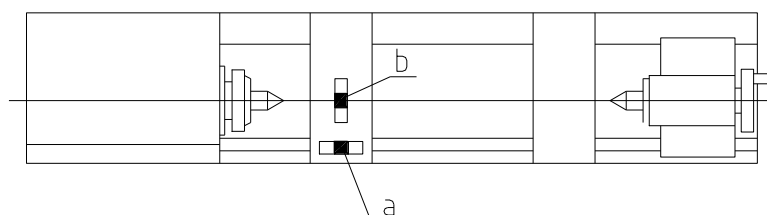

Рис. 4. Выравнивание станка
4.6. Выравнивание станка (см. рис. 4)
Сначала переместите каретку в середину станины, затем отрегулируйте станину с помощью выравнивающих опор так, чтобы оба конца направляющих были на одном уровне. Также необходимо устранить деформацию станины. Поэтому уровень следует располагать так, как показано на рис. 4. Показания не должны превышать ± 3 делений, при этом точность уровня составляет 0,02/1000 на деление.